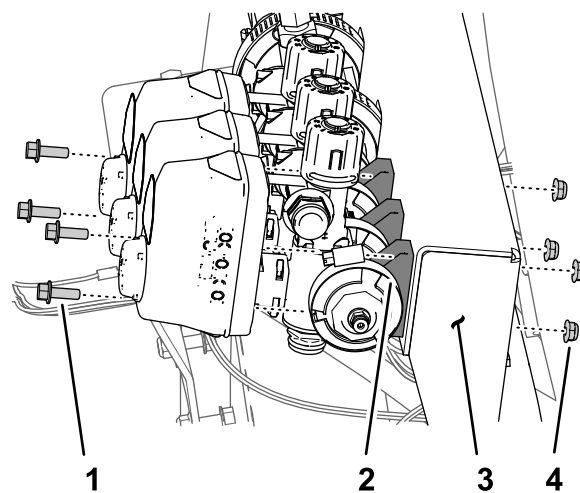

Рисунок 68
- Удалите два болта с фланцевыми головками (1/4 x 3/4 дюйма) и две контргайки (1/4 дюйма), которые крепят клапан правой секции стрелы к креплению коллектора (Рисунок 68).
- Снимите фланцевый хомут на 40–64 мм и прокладку 25 x 35 мм, которые крепят фланец клапана левой секции к переходнику (Рисунок 68).
- Удалите два болта с фланцевыми головками (1/4 x 3/4 дюйма) и две контргайки (1/4 дюйма), которые крепят клапан левой секции стрелы к креплению коллектора (Рисунок 68).